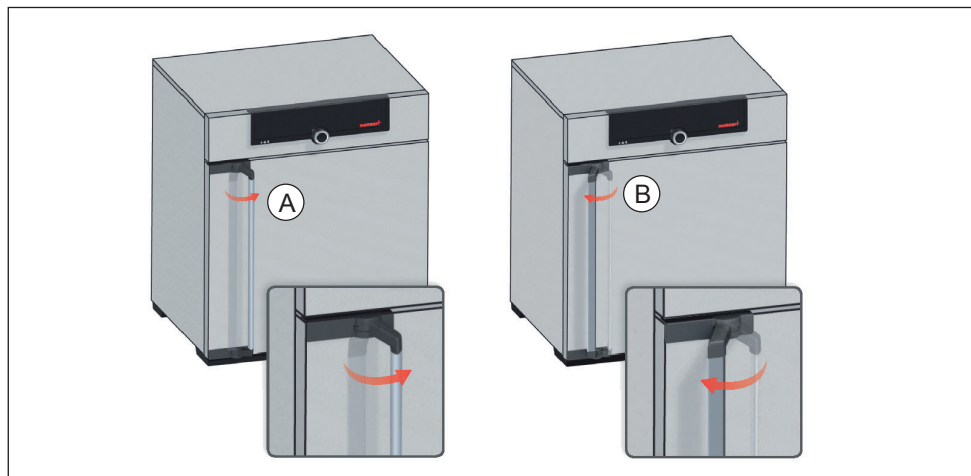

Fig. 15 Åbning og lukning af døren
- ▶ Træk dørgrebet til siden for at åbne døren (afhængigt af dørvarianten enten til venstre eller højre, Fig. 15, A), og åbn døren helt.
- ▶ Skub døren i og skub dørgrebet til siden for at lukke døren (B).